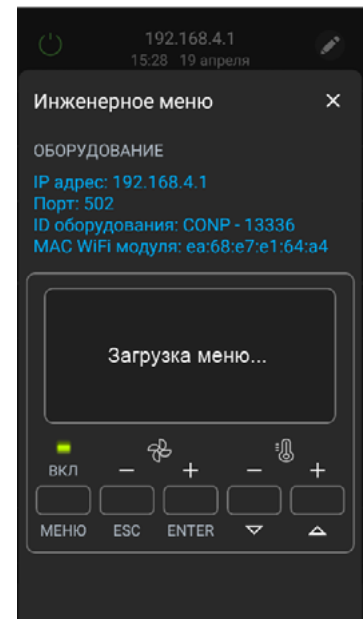

Рис.34
2. Три раза нажмите на кнопку «ENTER» в нижней части экрана – вы перейдете на экран «Загрузка меню» (см. рис.34).